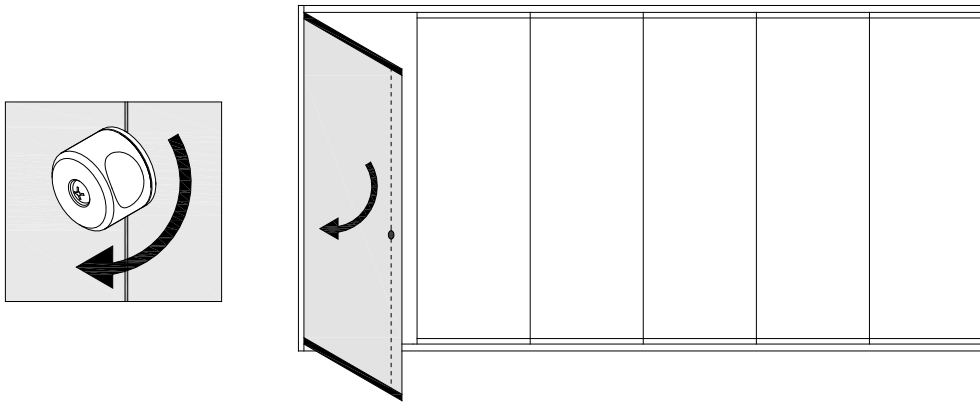

Fig.1
- Ruotare il pomolo presente sull'anta incernierata (Fig.1). Aprire l'anta come raffigurato in Fig.1.